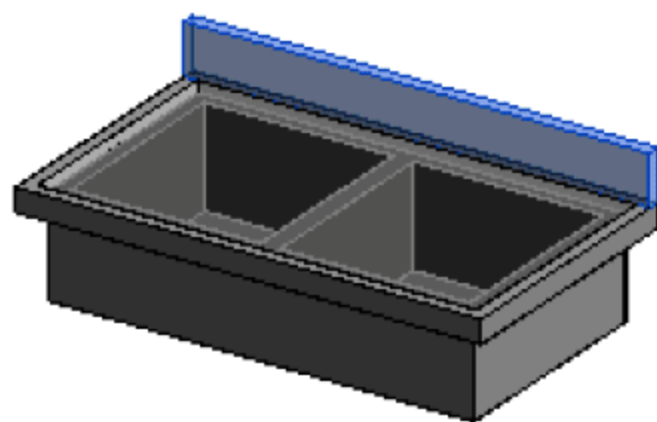

图 8.2.44 台面挡板效果图
(12) 编辑可见性并添加材质。首先，选中台面挡板图元，在“属性”面板中编辑“可见性/图形替换”选项，取消“平面/天花板平面视图”复选框的选择，单击“确定”按钮。其次，添加台面挡板的材质，选择“不锈钢”类型，单击“确定”按钮，如图 8.2.44 所示。